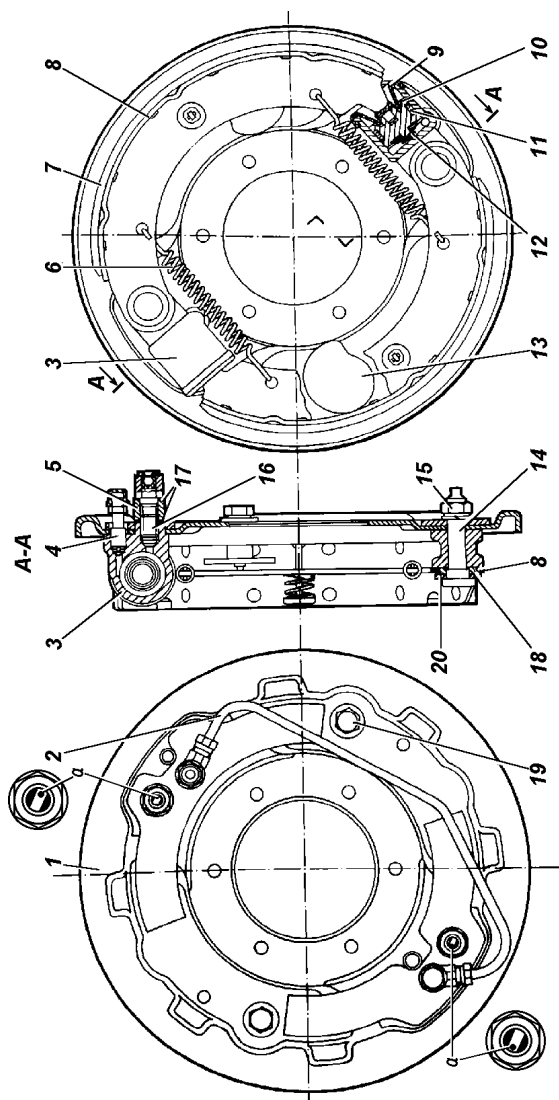
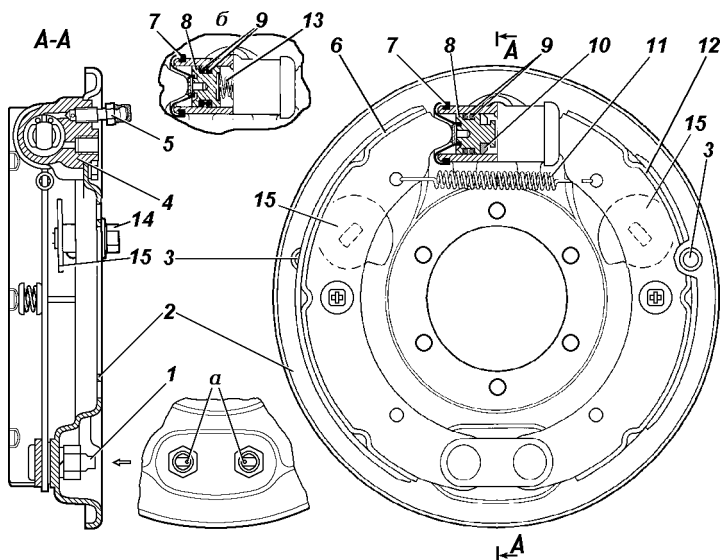

Рис. 9.30. Тормоз переднего колеса (для мостов, приведенных на рис. 9.19):
Рис. 9.31. Тормоз заднего колеса:
Барабанные тормозные механизмы передних (рис. 9.30) и задних (рис.9.31) колес. Периодически снимайте тормозные барабаны и очищайте детали тормозов от пыли и грязи. Периодичность этой операции зависит от условий эксплуатации автомобиля. В летнее время и при езде по грязным дорогам чистка должна проводиться чаще, зимой - реже.
2. Вращайте колесо постепенно и поворачивайте болт 19 (см. рис. 9.30) или 14 (см. рис. 9.31) регулировочного эксцентрика до тех пор, пока колесо не затормозится.
2. Ослабьте гайки опорных пальцев и установите опорные пальцы в начальное положение (метки на торцах опорных пальцев должны быть расположены, как указано на рис. 9.30, 9.31).